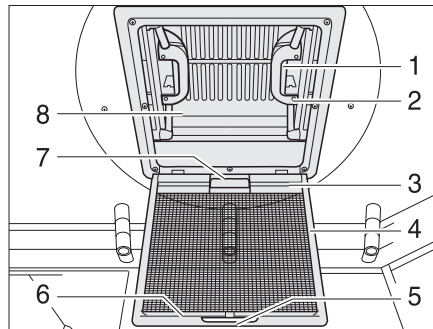

Fig. 40 Claraboya con cierre de resorte
- Tirar del tirador (Fig. 40,5).
- Plegar hacia abajo la protección contra insectos (Fig. 40,4).
- Presionar el cierre de resorte (Fig. 40,1) hacia el lado interior de la claraboya (Fig. 40,8). Presionar simultáneamente hacia arriba la claraboya con el tirador (Fig. 40,2).
- Plegar hacia arriba la protección contra insectos (Fig. 40,4) hasta que engatille.
- Tirar la claraboya (Fig. 40,8) enérgicamente hacia abajo por los dos tiradores (Fig. 40,2), hasta que los dos cierres de resorte (Fig. 40,1) engatillen.
- Tirar de la persiana oscurecedora enrollable por el asidero (Fig. 40,7) y enganchar el listón de enganche (Fig. 40,3) en el listón de soporte (Fig. 40,6) en la protección contra insectos.
- Soltar el listón de enganche (Fig. 40,3) del listón de soporte (Fig. 40,6) y regresar lentamente la persiana oscurecedora enrollable.